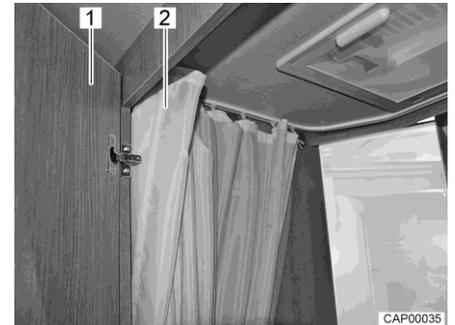

Fig. 76 Cabinet de toilette avec douche
- Pour se doucher, fermer la porte (Fig. 76,1) et fermer entièrement le rideau de douche (Fig. 76,2) de manière à protéger toutes les parois.